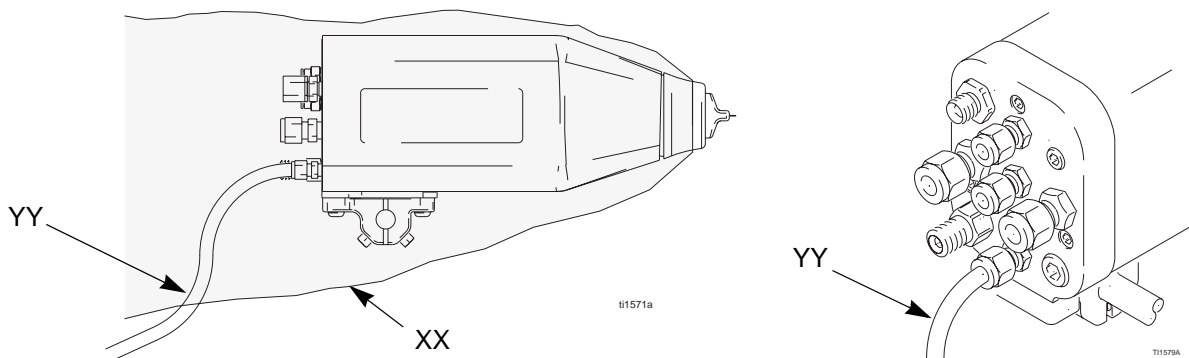

Fig. 9. Housse en tissu
1. Placer une housse en tissu (XX) sur l'avant du pistolet et la faire glisser pour qu'elle recouvre la tuyauterie et les flexibles exposés à l'arrière du collecteur. Voir Fig. 9.
2. Faire sortir le tuyau d'échappement (YY) hors de la housse. Ceci permet de déceler la présence de peinture ou de solvant dans le tuyau d'échappement. Voir "**Vérification de l'absence de fuites de produit**", page 25. Fixer solidement le tuyau d'échappement pour l'empêcher de fouetter.